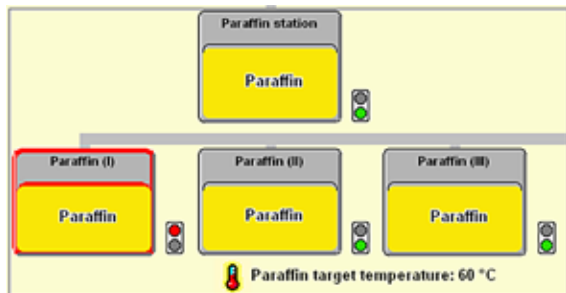

Рис. 42
- Когда парафиновая ванна выдвинута, это обозначается красной рамкой (рис. 42), а цвет лампы около ванны изменяется на красный. Лампы также горят красным светом, если установленная температура не достигнута или время плавления не истекло.